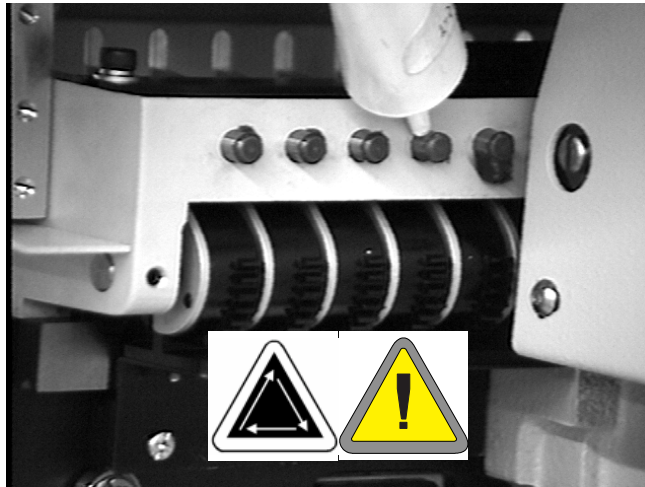

Figura 4-21
1. Cuando la pantalla visualiza la leva para el cambio de color, aprieten . Esto determina que la caja de las agujas se mueva a la aguja 10. Consulten la Figura 4-21 para lubricar la leva para el cambio de color; **USEN UNA CANTIDAD PEQUEÑA DE LUBRIFICANTE** para lubricar las pinzas de la leva para el cambio de color. Aprieten  después de haberlo efectuado (la máquina ejecutará una serie de cambios de color para distribuir la grasa).